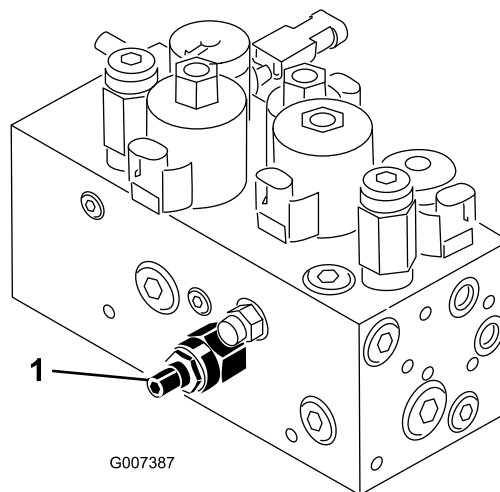

Figura 56
O circuito de elevação/descida da unidade de corte está equipado com uma válvula de regulador de caudal (Figura 56). Esta válvula é previamente configurada pelo fabricante, encontrando-se cerca de 3 voltas aberta, mas por vezes é necessário efetuar ajustes de modo a compensar diferenças na temperatura do óleo hidráulico, nas velocidades de corte, etc. Se for necessário algum ajuste proceda da seguinte forma:
1. Levante o banco e localize a válvula de controlo do fluxo (Figura 56) montada ao lado do cilindro hidráulico para a estrutura de tração central.